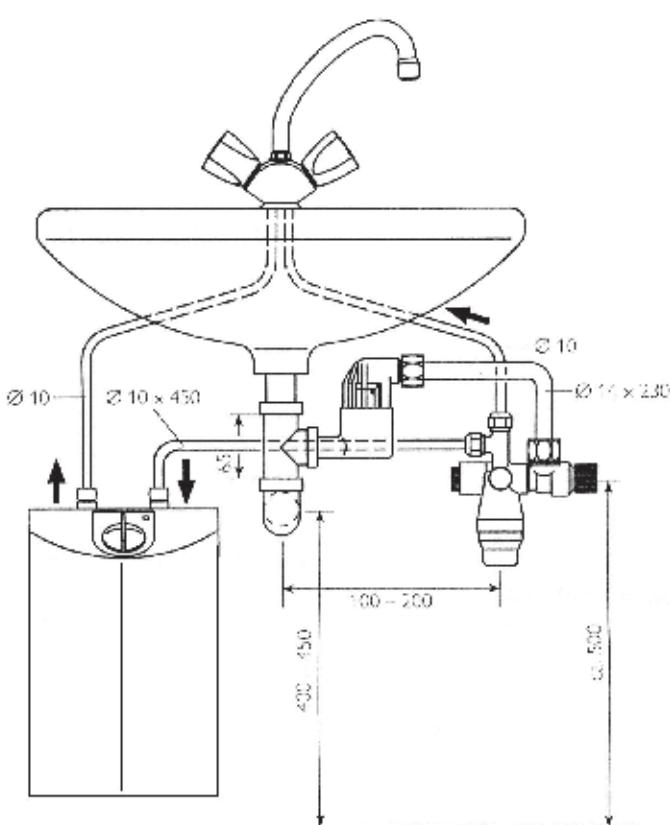

Рис. 3
- Навинтить сливную воронку на переставную трубу и с помощью колена Ø14 мм соединить с группой безопасности (отвод излишка воды, образовавшегося в результате расширения). Для подключения второго заборного крана необходимы тройники (водораспределители), арт.1 07 05 58 (см. рис. 3).